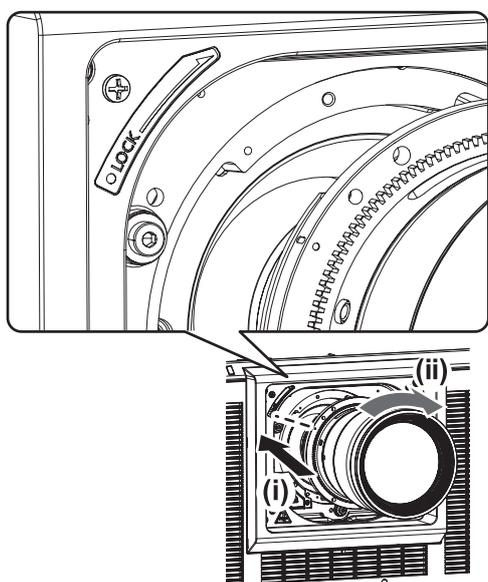

Fig. 3
- 3) **Inserire l'obiettivo di proiezione allineando il segno sull'obiettivo di proiezione (arancione) con il segno sul proiettore (○ sul lato sinistro di LOCK) e ruotare in senso orario fino alla fine. (Fig. 3)**